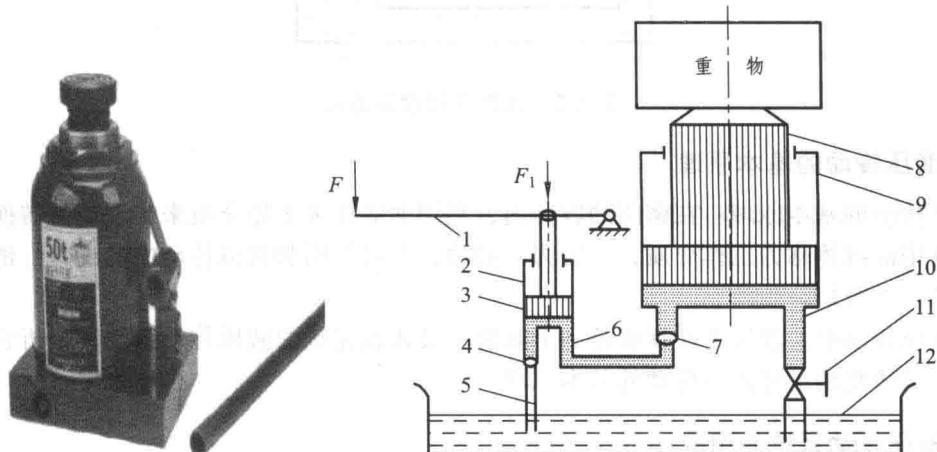

图 1.1 液压千斤顶结构及工作原理图
液压千斤顶由外壳、大活塞、小活塞、小活塞的进油排油单向阀、手动截止阀、杠杆扳手、油箱等组成，如图 1.1 所示。
(1) 图 1.1 中液压千斤顶的哪部分是执行元件? 答：
(2) 液压千斤顶向上顶起重物时，其内部的油压由什么决定? 答：
(3) 小活塞的排油单向阀密封不严时会出现什么状况? 答：
(4) 液压千斤顶工作时其内部的油液是如何流动的? 答：
(1) 图 1.1 中液压千斤顶的哪部分是控制元件? 答：
(2) 液压千斤顶能否操纵大活塞来驱动小活塞工作，为什么? 答：
(3) 用液压千斤顶顶升重物时，若压下小活塞，重物就上升，而抬起小活塞时，重物就下落，这是什么原因? 答：
(4) 液压千斤顶中有哪些部分要精密加工? 答：
<p>1. 教师讲授，引导学生阅读并理解工作任务一的教材和任务书。(75分钟)</p> <p>2. 小组成员分工并准备执行工作任务。(5分钟)</p> <p>3. 动手：使用、拆装、维修液压千斤顶。(60分钟)</p> <p>4. 小组讨论并书面回答下列问题。(60分钟)</p> <p>(1) 图1.1中液压千斤顶的哪部分是辅助元件？ 答：</p> <p>(2) 液压千斤顶中哪些部件有密封件？ 答：</p> <p>(3) 液压千斤顶顶不起重物时，会有哪些原因？ 答：</p> <p>(4) 液压千斤顶如超载使用可能会出现什么结果？ 答：</p> <p>5. 展示工作成果、学生互评、教师点评。(35分钟) 各组派1~2人上台回答1个书面问题，其他小组互评，教师最后点评。</p> <p>6. 整理设备工具、清洁工作场地。(5分钟)</p>